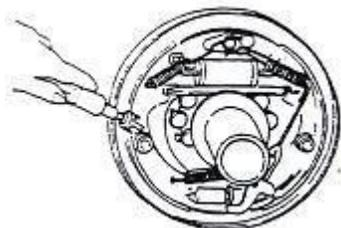

Рисунок 2-13
- (3) Снимите фиксирующую пружину с тормозной колодки. См. рисунок 2-13